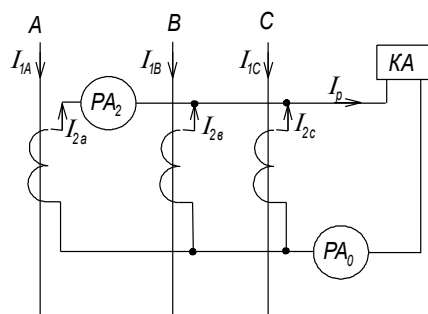

Рис.2. Трехтрансформаторная схема соединения трансформаторов тока в фильтр токов нулевой последовательности.
6. Для ЛЭП с двухсторонним питанием, по исходным данным, приведенным на рис. 2, рассчитать токи срабатывания, максимальных фазных отсечек без выдержки времени.  $k_{зан} = 1,2$ .